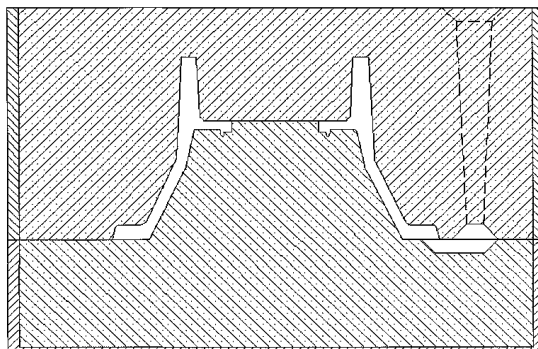

Рис. 3.2 Форма в сборе при единичном производстве отливки
10. определить рациональное положение отливки в форме и выбрать поверхность разъема при единичном характере производства отливок, привести эскиз формы в сборе с литниковой системой (рис. 3.2), и, если это необходимо, прибылями или холодильниками;